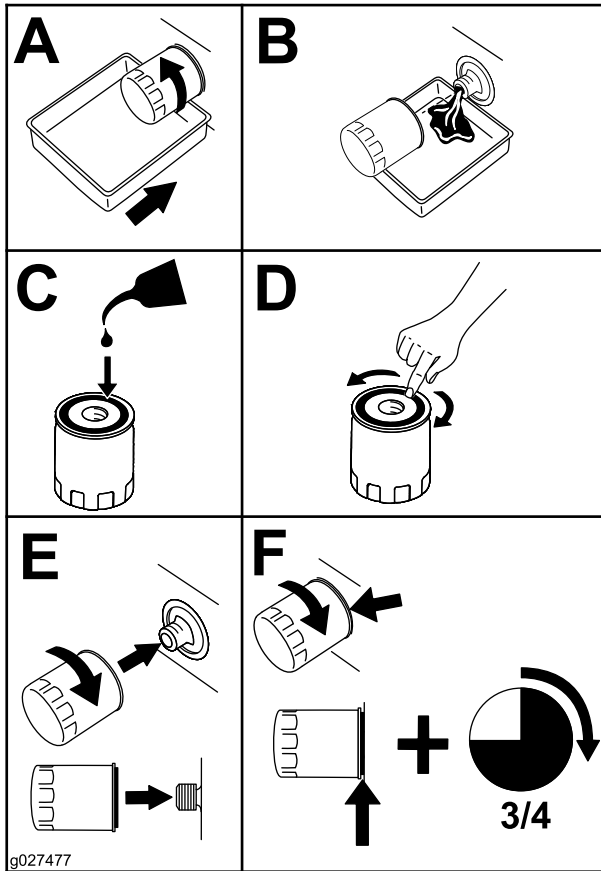

Figura 62
- Sustituya el filtro de aceite del motor (Figura 62).